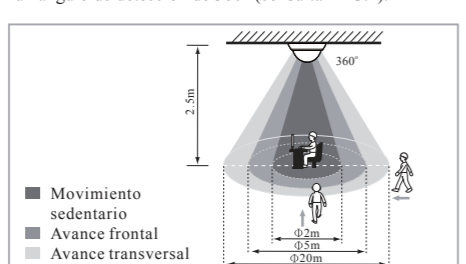

FIG.2
3.1.1 El detector puede instalarse a una altura de 2-3 m. Se recomienda instalarlo a 2,5 m para obtener el patrón de detección óptimo. El rango de detección puede alcanzar un diámetro de 20 m y cubrir un ángulo de detección de 360° (consultar FIG.2).